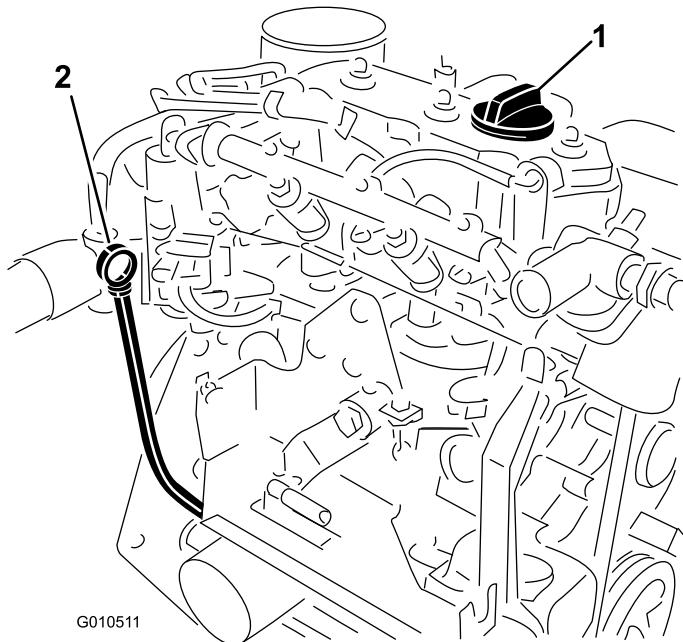

Рисунок 15
- Выньте масляный щуп (Рисунок 15) и протрите его чистой ветошью. Вставьте щуп в трубку и убедитесь, что он посажен до упора. Выньте масляный щуп и проверьте уровень масла.
- Если уровень масла низкий, снимите крышку заливной горловины (Рисунок 15) и долейте столько масла, чтобы поднять его уровень до метки Full на масляном щупе.